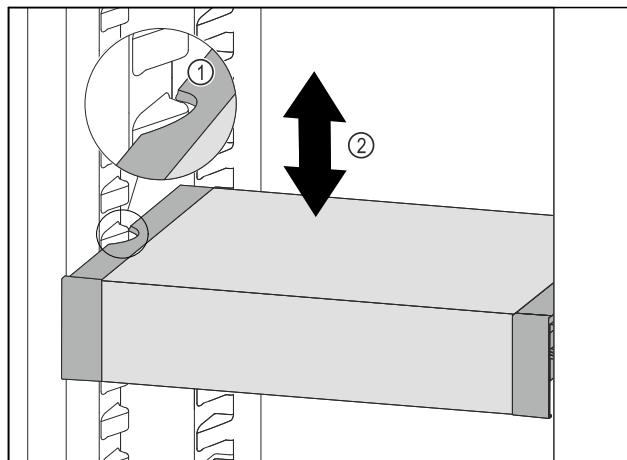

Fig. 63
- VarioSafe ťahajte dopredu, dokým sa bočné vybrania VarioSafe nebudú nachádzať vo výške rebra nádoby v chladničke. Fig. 63 (1)
- VarioSafe v chladničke presúvajte nahor alebo nadol, dokým sa dosiahne požadovaná výška. Fig. 63 (2)